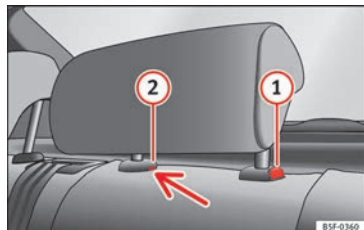

Fig. 147 Appui-tête central arrière : point de déverrouillage.
- Pour régler l'appuie-tête à une hauteur inférieure, appuyez sur la touche ① » fig. 147 et déplacez-le vers le bas.
- Appuyez sur la touche ① » fig. 147, en appuyant en même temps sur l'orifice de sécurité ② » fig. 147 avec un tournevis plat de 5 mm de largeur maximum et retirez l'appui-tête.